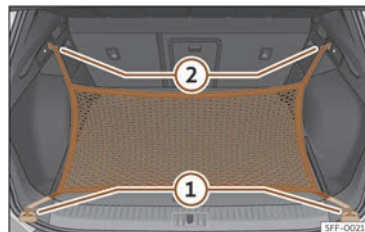

Fig. 181 No maleteiro: argolas (1) e ganchos (2) para enganchar a bolsa de rede.
- Fixe os ganchos curtos da rede nas argolas de amarre >>> **fig. 181** ① >>> ⚠. A cremalleira da bolsa ten que quedar cara arriba.
- Fixe as cintas nos ganchos para colgar bolsas **②**.